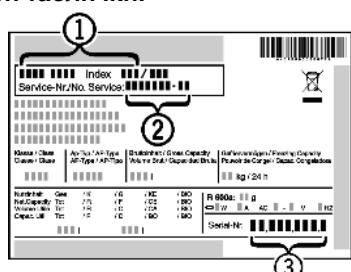

Fig. 60
- Считать обозначение устройства Fig. 60 (1), сервисный номер Fig. 60 (2) и серийный номер Fig. 60 (3) с заводской таблички. Заводская табличка находится внутри устройства слева.